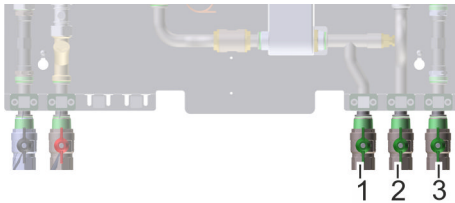

Abb. 29: Anschlusskupplungen Wasserleitungen
1. ➔ Hauptzuleitung Frischwasser an den Hauptanschluss Frischwasser (Abb. 29/3) anschließen und von Hand festdrehen.
2. ➔ Kaltwasserleitung an den Kaltwasseranschluss (Abb. 29/2) anschließen und von Hand festdrehen.
3. ➔ Warmwasserleitung an den Warmwasseranschluss (Abb. 29/1) anschließen und von Hand festdrehen.